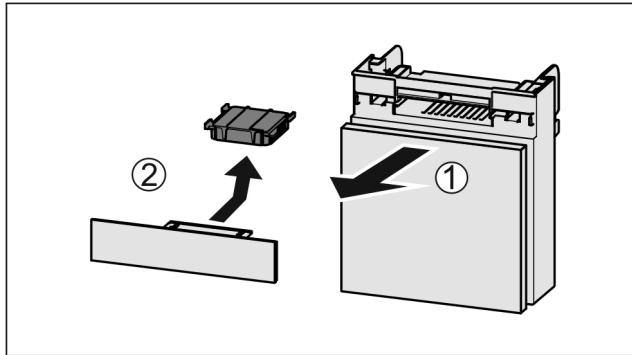

Fig. 147
- Вытянуть Fig. 147 (1) отделение движением вперед.
- Извлечение Fig. 147 (2) фильтра с активированным углем.